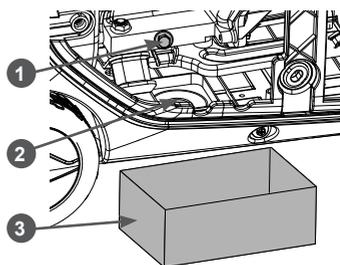

Рис. 17. Расположение ёмкости для отработанного масла
5. Подставьте ёмкость 3 для масла под пробку 1 для слива масла и отверстие 2 в корпусе для слива масла (Рис. 17).